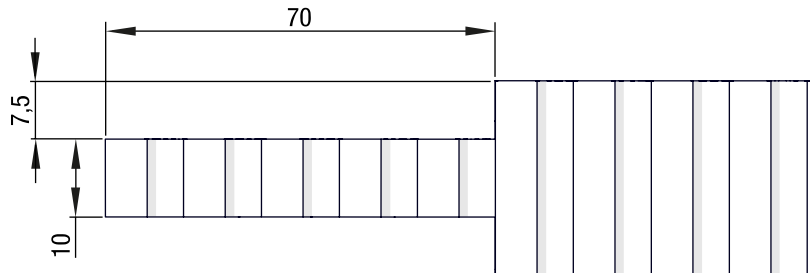
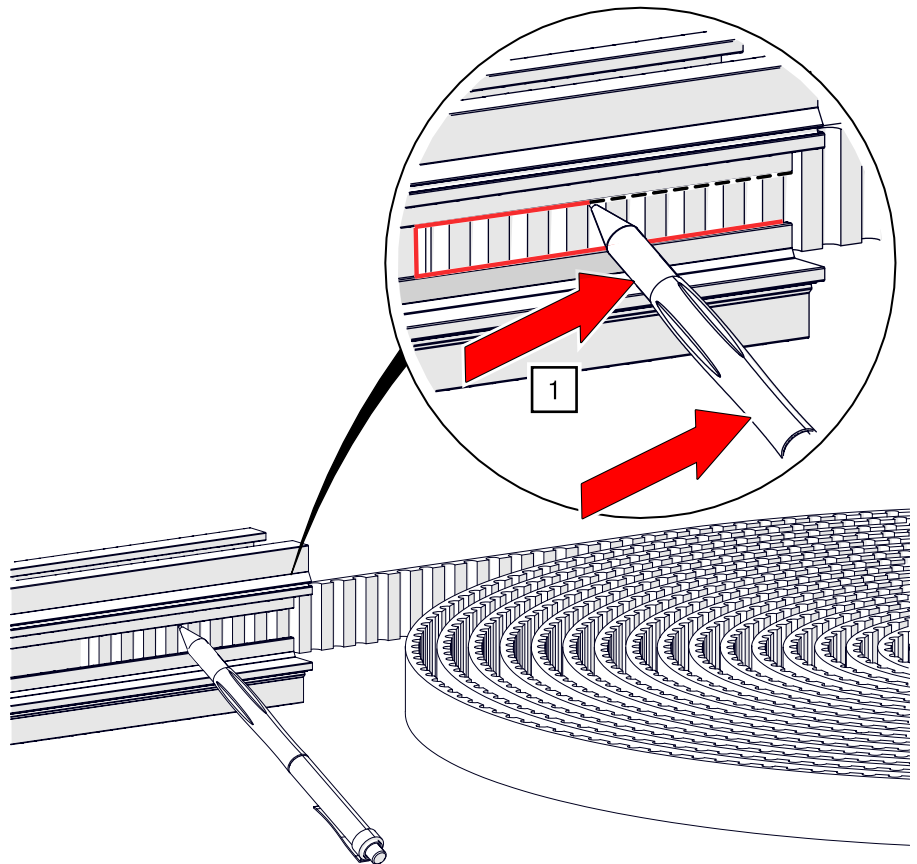

Abb. 74: Zahnriemen schneiden – Maßangaben
Abb. 75: Zahnriemen schneiden – Riemen markieren
1. Schneiden Sie ein Ende des Zahnriemens zu. Dazu können Sie den Zahnriemen etwa 70 mm in ein Schienenprofil einschieben und die Kontur des Profils direkt auf den Riemen übertragen. Alternativ kann das Ende auch gemäß der beigefügten Skizze (siehe Abb. 74) oder direkt nach Zeichnung Abb. 75 zugeschnitten werden.